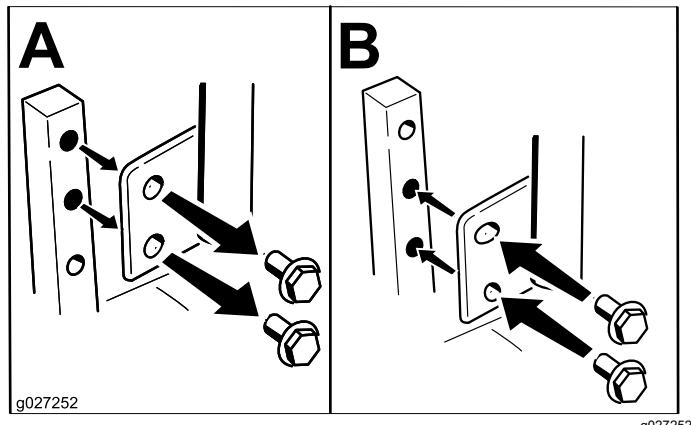

Figura 12
Pode ajustar as alavancas de controlo de movimento mais para cima ou mais para baixo para um maior conforto (Figura 12).
2. Desaperte o parafuso inferior o suficiente para rodar a alavanca de controlo para a frente ou para trás (Figura 12).